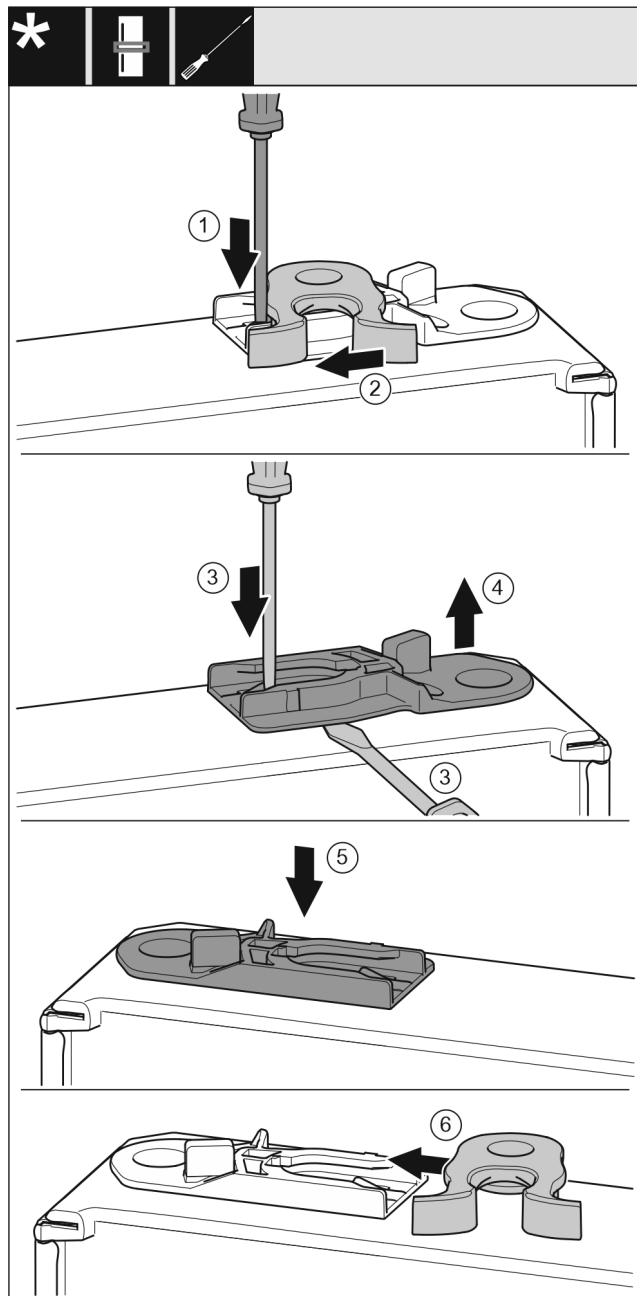

Fig. 19
- Nyomja le a fedőlemezt Fig. 19 (1) lapos csavarhúzóval.
- Húzza ki a záróhorgot Fig. 19 (2) a vezetősínből.
- Húzza ki a vezetőhüvelyt Fig. 19 (3, 4): Nyomja a fedőlemezt lapos csavarhúzóval, és közben nyúljon lapos csavarhúzóval a vezetőhüvely alá.
- Tolja be a kiszállított csomagban található vezetőhüvelyt Fig. 19 (5) a ház másik oldalára.
- Tolja be a záróhorgot Fig. 19 (6) a vezetősínbe.